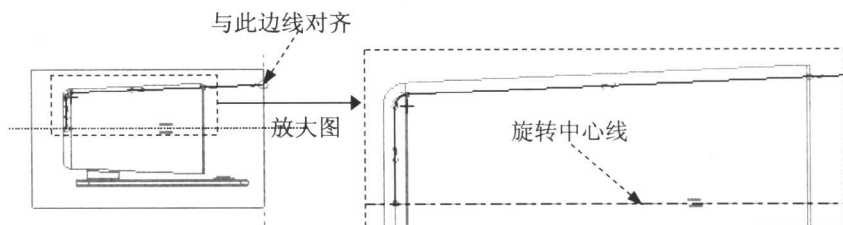

图 1.11 截面草图
③ 先绘制如图 1.11 所示的旋转中心线,然后用“使用边”的方法绘制截面草图(注意:截面图形不封闭)。完成后,单击“草绘完成”按钮 。
(4) 在操控板中,选取深度类型  (即“定值”拉伸),输入旋转角度值 360。
(5) 在操控板中,单击按钮  预览所创建的特征;单击“完成”按钮 。